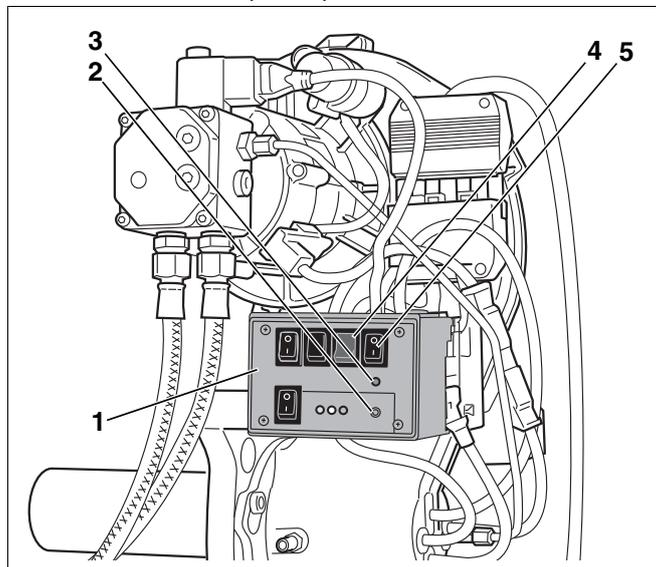

Рис. 15 Выпустить воздух из топливопровода с помощью прибора контроля горелки.
- Прибор контроля горелки (Рис. 15, поз. 1; дополнительная комплектация) – если всасывание топлива должно происходить через топливный насос, установленный на горелку
Далее описывается выпуск воздуха при помощи прибора контроля горелки (Рис. 15, поз. 1).
- Установить прибор контроля горелки (Рис. 15, поз. 1) на свободное место на цоколе.
- Включить систему управления пусковым выключателем. Горит светодиод (красный) (Рис. 15, поз. 2).
- Включить прибор контроля горелки пусковым выключателем (Рис. 15, поз. 5). Горят два светодиода (красный и зеленый) (Рис. 15, поз. 2 и 3).
- Включить переключатель для перемыкания подогревателя топлива (Рис. 15, поз. 4).